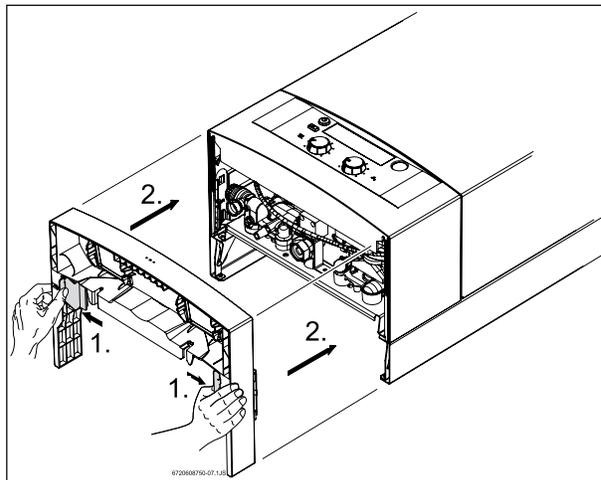

Рис. 15. Положение установки декоративной панели
- ▶ Установить декоративную панель, как показано на рис. 15.